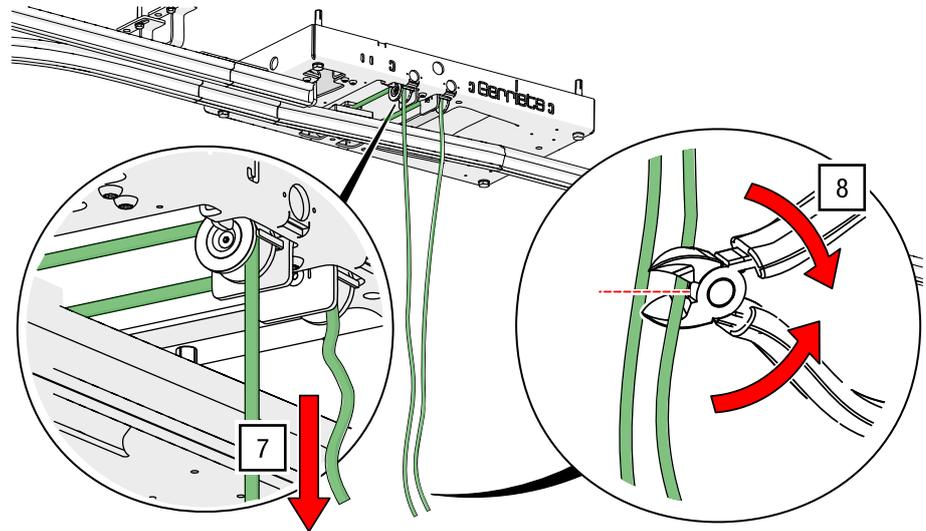

Abb. 134: Fingerweiche – Seil nach unten führen und abschneiden
7. Führen Sie das Seil durch die Ableitrolle nach unten (siehe Abb. 134).
8. Schneiden Sie die Enden auf bequemer Arbeitshöhe (ca. 1,1 m) mit einem Seitenschneider ab und veröden Sie diese (siehe Abb. 134).